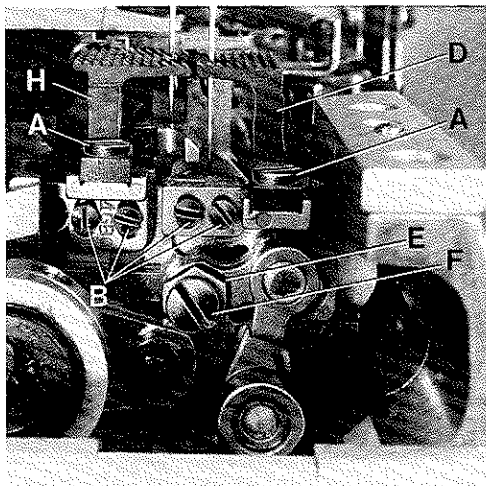

Fig.23
Assemble the main feed dog (H, Fig. 23) and the differential feed dog (D), tighten fastening screws (A) slightly. Insert the throat plate support with throat plate on the cylinder arm and center the feed dogs across-the-line-of-feed in the throat plate slots to have equal clearance on all sides. Now tighten screws (A) firmly.
Montieren Sie den Haupttransporteur (H, Fig. 23) und den Differentialtransporteur (D), ziehen Sie die Befestigungsschrauben (A) nur leicht an. Stecken Sie den Stichplatten-träger mit Stichplatte auf den Zylinderarm und vermitteln Sie die Transporteure seitlich in den Stichplattenschlitzen so, daß sie an allen Stellen freigehehen. Ziehen Sie die Schrauben (A) danach gut an.
For setting loosen screws (B, Fig. 23) and position the feed dog holders with the feed dogs to the correct height. Tighten screws (B).
In-line-of-feed the differential feed dog can be set to the front or to the rear to clear equally between the main feed dog and the front end of throat plate slot. For adjustment loosen screw (F, Fig. 23) and rotate eccentric (E) in operating direction until the correct setting is obtained. Retighten screw (F).
Zur Einstellung lösen Sie die Schrauben (B, Fig. 23) und schieben die Transporteurhalter mit den Transporteuren auf die gewünschte Höhe. Ziehen Sie die Schrauben (B) an.
In Nährichtung kann der Differentialtransporteur entsprechend vor- oder zurückgestellt werden, damit er zwischen dem Haupttransporteur und dem vorderen Schlitzende der Stichplatte gleichmäßig freigeht. Zur Einstellung lösen Sie die Schraube (F, Fig. 23) und drehen den Exzenter (E) in Nährichtung, bis die richtige Einstellung erreicht ist. Ziehen Sie die Schraube (F) wieder an.